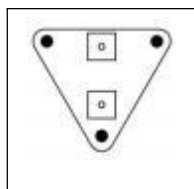

Fig.1 .
- 1). Utilisez les panneaux muraux (3) pour régler la position des ventilateurs requise. Marquez trois points de montage Percez trois trous aux emplacements marqués. Assurez-vous que la zone de montage est solide et dégagée. Voir la figure 1.